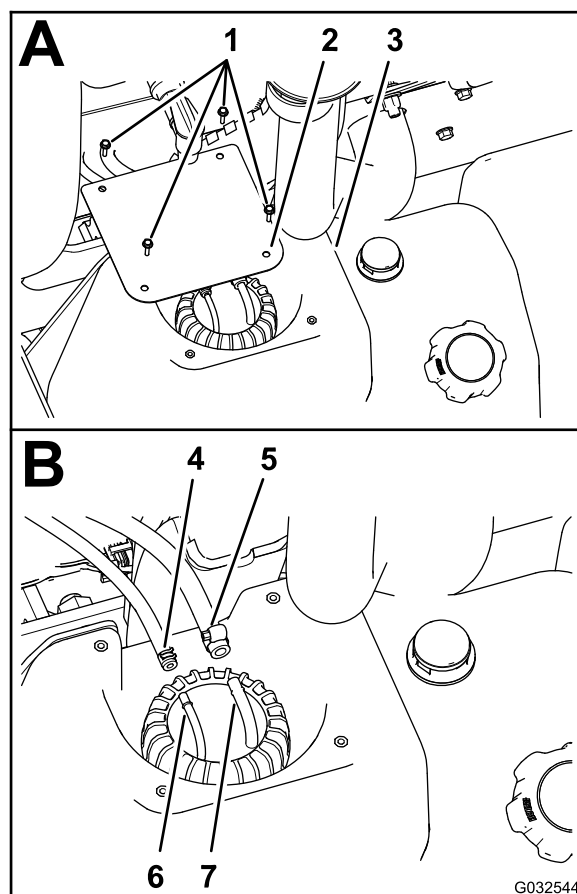

Figura 76
2. En el depósito de combustible, retire los 4 tornillos (Nº 10 x ¾") que sujetan la tapa a la parte superior del depósito de combustible, y retire la tapa (Figura 76).
3. Afloje las abrazaderas que sujetan las 2 mangueras de combustible a los 2 acoplamientos de manguera, en la parte superior del conjunto de tuberías de combustible (Figura 76).
4. Desconecte las dos mangueras de los acoplamientos, y vacíe cualquier combustible de la manguera en un recipiente de combustible homologado (Figura 76).
4. Monte la manguera de combustible de 1/4" (6,4 mm) sobre el acoplamiento de manguera de 1/4" (6,4 mm), y sujete la manguera al acoplamiento con la abrazadera (Figura 76).
de 5/16" (8 mm), y sujete la manguera al acoplamiento con la abrazadera (Figura 76).